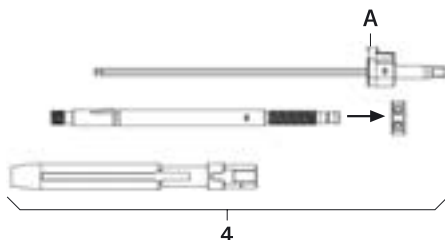

Abb. 2
- Repositionshebel 4 demontieren, siehe Abb. 2: Knopf **A** stark drücken und Schraubendreher FW234R entnehmen.